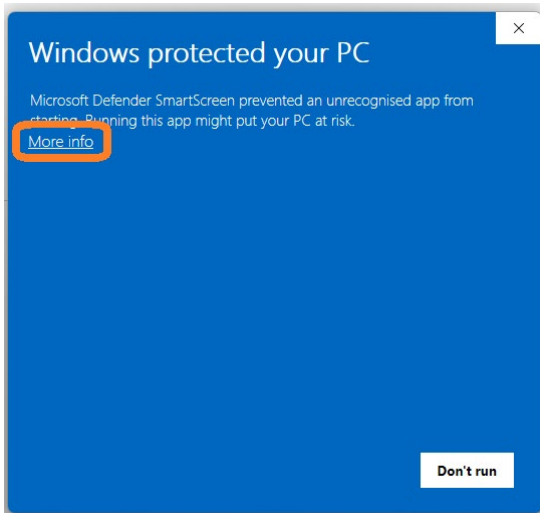
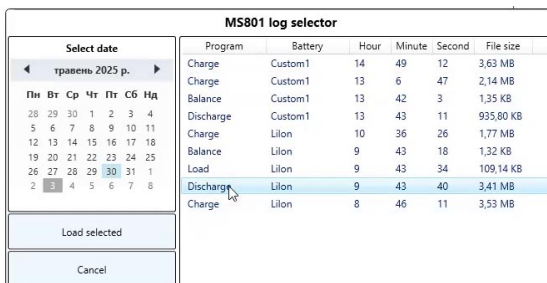

Figura 22
Figura 27
4. Abra el registro de informes guardados (ver posición 3 en la Figura 22). En la ventana que se abre, seleccione una fecha; a continuación, en la parte izquierda de la ventana aparecerán los informes guardados de ese día (ver Figura 27).